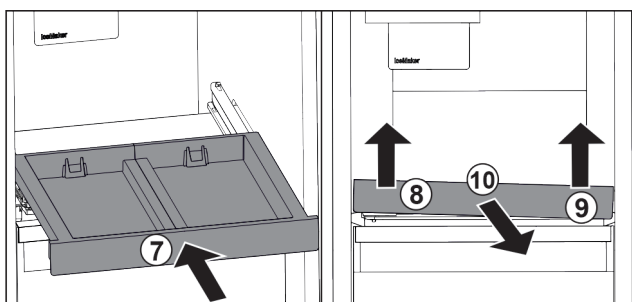

Fig. 125
- ▶ Uitschuifpateau erin schuiven. Fig. 125 (7)
- ▶ Uitschuifpateau linksvoor optillen. Fig. 125 (8)
- ▶ Uitschuifpateau rechtsvoor optillen. Fig. 125 (9)
- ▶ Uitschuifpateau er naar voren uitnemen. Fig. 125 (10)